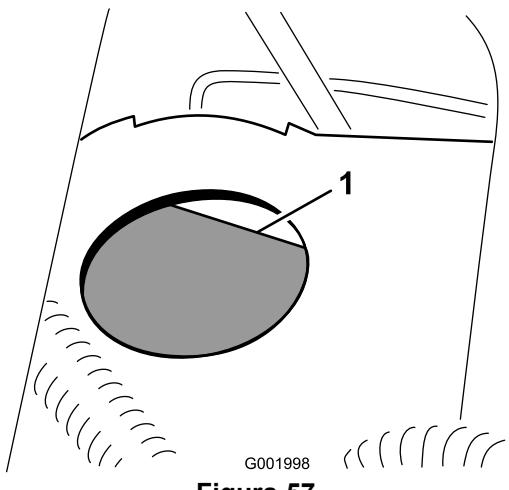

Figura 57
2. O nível do fluido deve estar ao nível da linha Full indicada no reservatório (Figura 57).